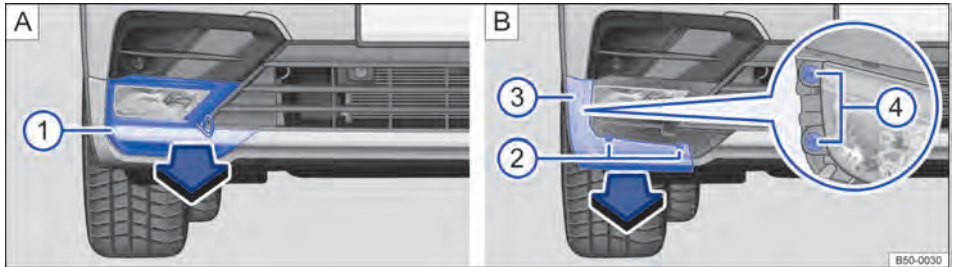

Fig. 199 No para-choque R-Line dianteiro à direita: desinstalar farol de neblina.
3. Prender o gancho extrator na cobertura de baixo do farol de neblina → Fig. 199 A. Retirar a cobertura no sentido da seta para frente → Fig. 199 ① A.
4. Remover dois parafusos de fixação ② B na guarnição ③ B com a chave de fenda.
5. Desencaixar o anteparo ③ B e remover no sentido da seta.
6. Remover dois parafusos de fixação no farol de neblina ④ B com a chave de fenda.